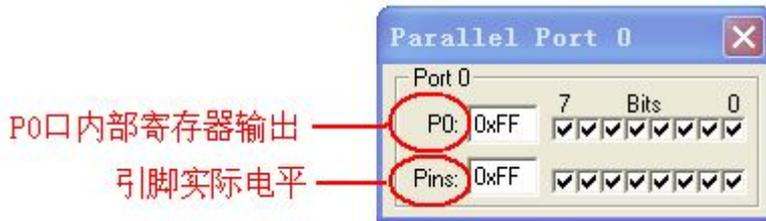

图 1-56 外围窗口
④ 外围窗口，如图 1-56 所示。
为了能够比较直观地了解单片机中定时器、中断、并行端口、串行端口等常用外设的使用情况，Keil 提供了一些外围接口对话框，通过 Peripherals 菜单选择，该菜单的下拉菜单内容与你建立项目时所选的 CPU 有关，如果是选择的 89C52 这一类“标准”的 51 机，那么将会有 Interrupt（中断）、I/O Ports（并行 I/O 口）、Serial（串行口）、Timer（定时器/计数器）这四个外围设备菜单。打开这些对话框，列出了外围设备的当前使用情况，各标志位的情况等，可以在这些对话框中直观地观察和更改各外围设备的运行情况，最常用的还是 8 位并口，P0、P1、P2、P3，图 1-56 中 P0 口内部寄存器输出与外部引脚电平不一定相同，比如内部为弱上拉高电平输出状态，但外部引脚可以强制接地成为低电平 0V。